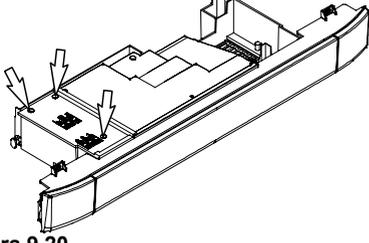

Figura 9.20
- Svitare le viti e rimuovere il coperchio copri morsettiera Figura 9.20